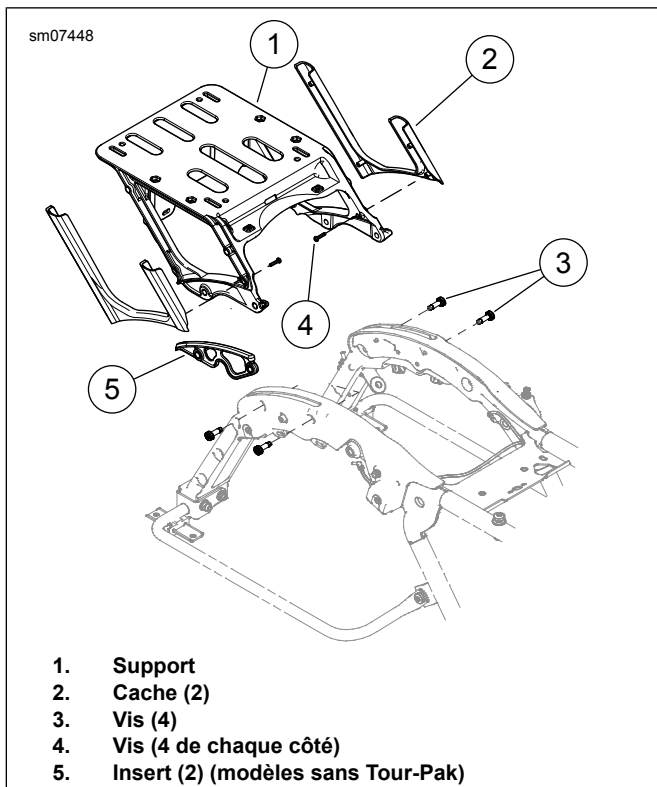

Figure 5. Support du Tour-Pak
- a. Consultez Figure 5 . Retirer les connecteurs de faisceau des ancrages sur le support (1).
- b. Retirer les deux vis (3) de chaque côté.